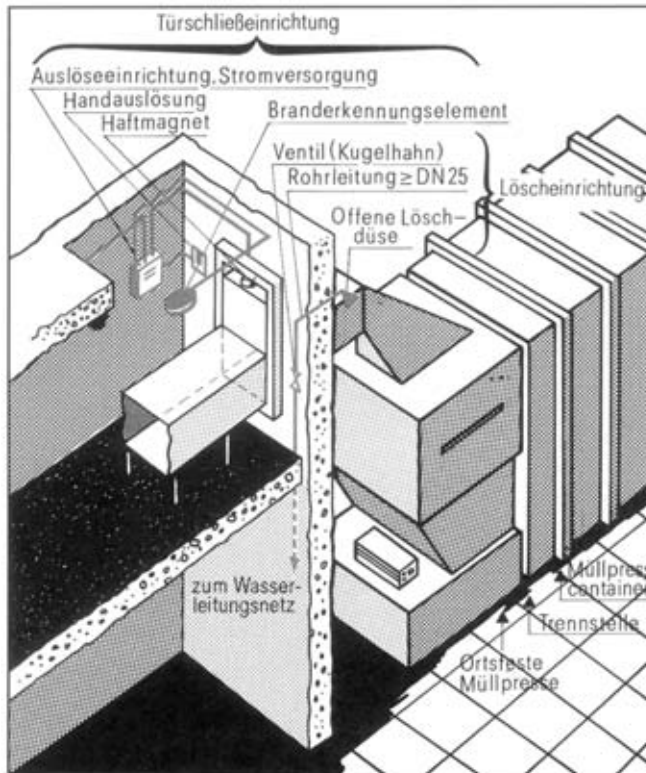

Abb. 6: Beschickung des Müllpreßcontainers aus dem Gebäudeinneren
- elektrischen Haftmagnet mit Handauslösung und mindestens einem Branderkennungselement an der Decke des Raumes (siehe Abb. 6).